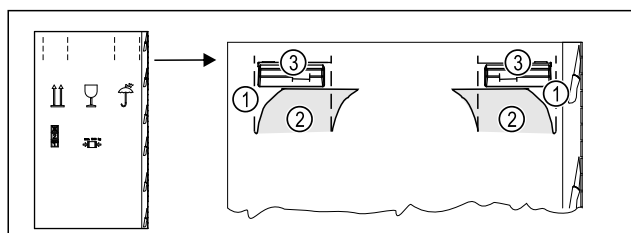

Fig. 5
- Comprare il cartone di imballaggio in alto sulla perforazione Fig. 5 (1).
- Estrarre le linguette compresse Fig. 5 (2).
- La maniglia di trasporto Fig. 5 (3) a destra e a sinistra è visibile.
- Tenere l'apparecchio dalle maniglie di trasporto Fig. 5 (3).